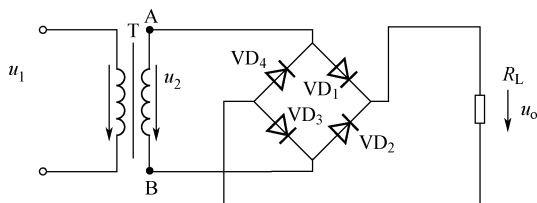

图 2-3 桥式整流电路原理图
3. 仔细观察图 2-3 所示的桥式整流电路，写出二极管的连接特点。